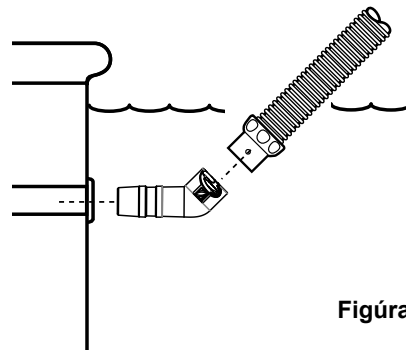

Figura 4
3. Inclíne el codo hacia arriba, hacia la superficie del agua (Figura 4).